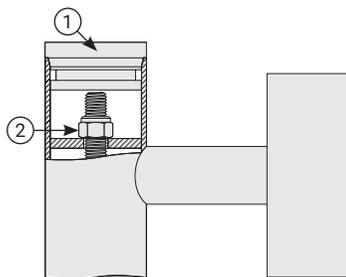

Рис.7
**ВНИМАНИЕ!** В конструкции изделий предусмотрена возможность подтяжки поворотных секций между собой, т.к. в процессе эксплуатации возможен естественный износ элементов. Для этого необходимо извлечь из верхнего торца декоративную заглушку (рис. 7 «1») и повернуть гайку (рис. 7 «2») по часовой стрелке с небольшим усилием.